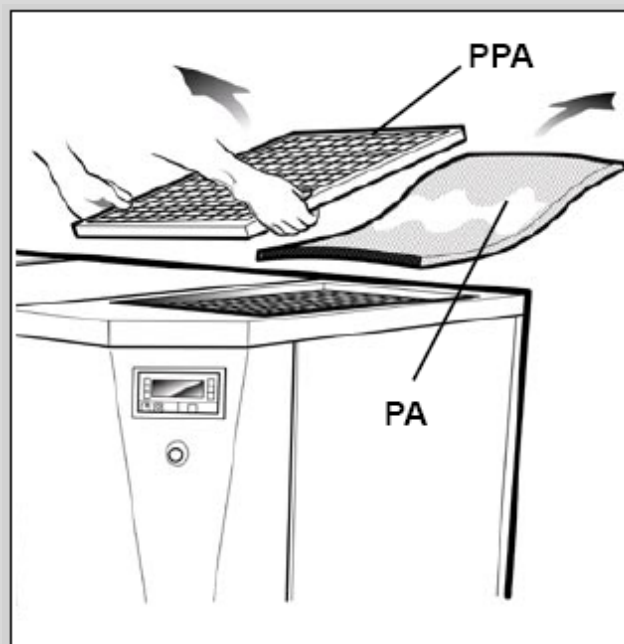

рис.33.
- Затем извлечь решетку впускного предварительного фильтра и фильтрующий элемент **РА** (рис.33).